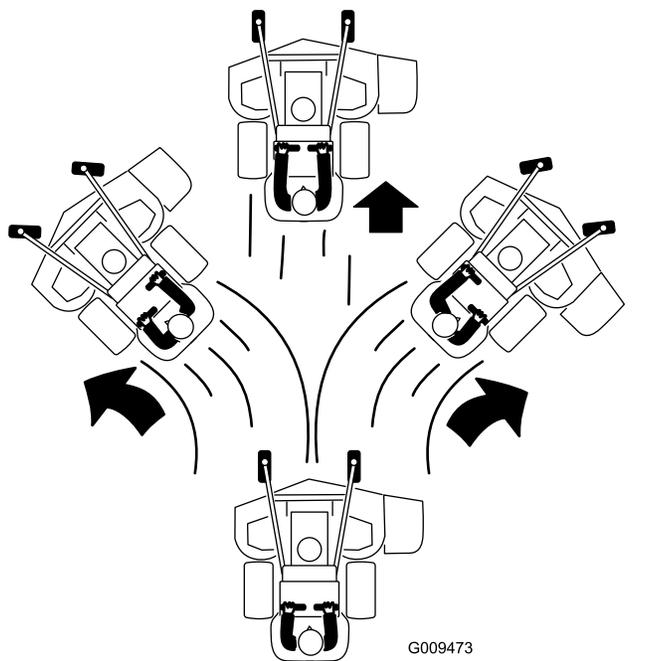

Рисунок 19
4. Медленно переведите рычаги управления движением вперед (**Рисунок 19**).